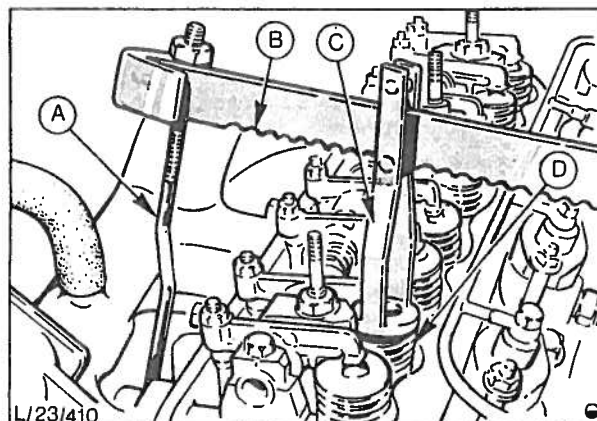

Fig. 33 Press ned fremre eksosventil.
- (b) Bruk ventilmfjærklemmen (21-024) med riktig adapter (21-024 04) og kroken (21-024 03) og press ned fremre eksosventil. Ta vekk støtstangen fra vippearmen og dreii vippearmen 90° (se fig. 33 og 34).